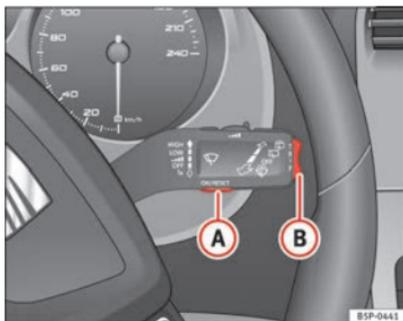

Fig. 47 Alavanca do limpa-vidros (MFA): botão A para confirmar opções do menu e botão basculante B para mudar de menu
- Selecciona-se a opção **Estado do veículo** no menu principal: «Menu principal» e pressione o botão  do manípulo do limpa-vidros  ⇒ Fig. 47. Ou